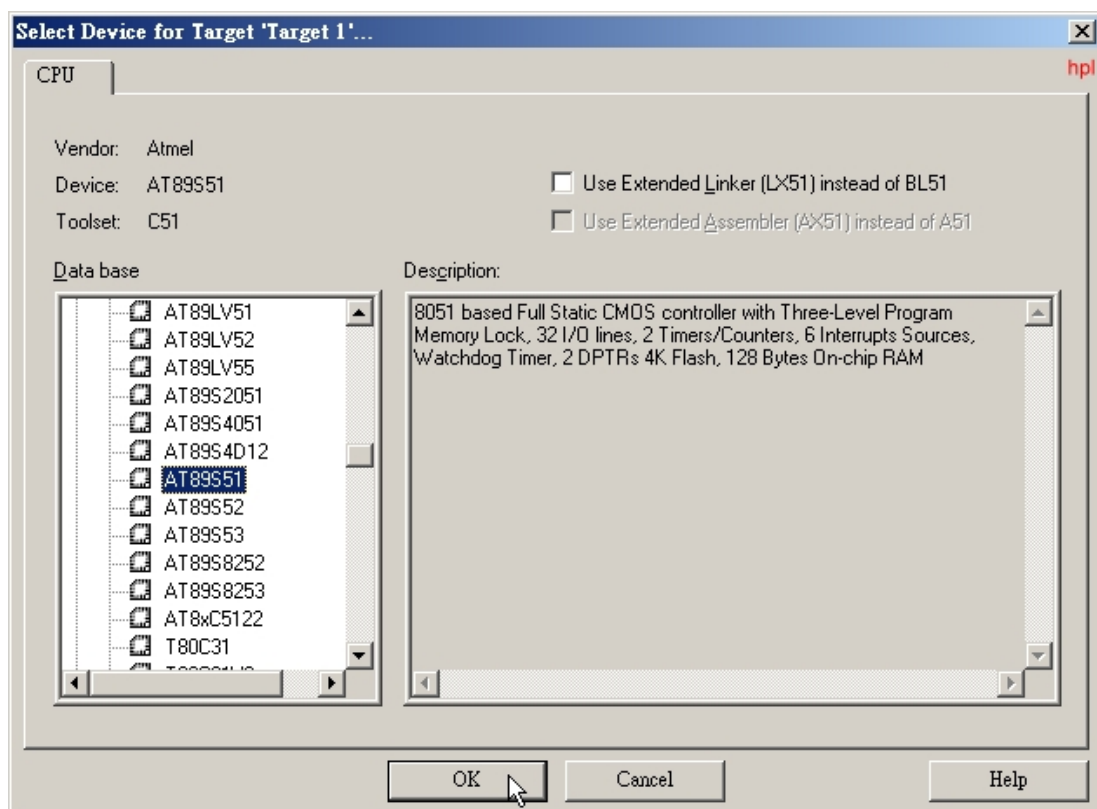
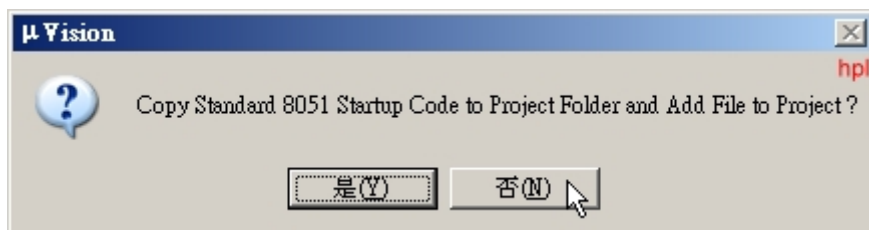

图 2-3 选取芯片型号
图 2-4 询问是否需要加入 8051 启动
(2) 选择所要的单芯片型号，这裡仍然选择常用的 Atemp 公司的 AT89S51，此时萤幕如图 2-3 所示。在右边图中的“Description”方块内，会简单的介绍 AT89S51 有什么功能及特点。点选 OK 按钮后，会出现图 2-4，询问你是否需要拷贝标准的 8051 启动码程式到你的项目资料夹，并且将此档案加入项目“Copy Standard 8051 Startup Code to Project Folder and Add File to Project”，因为汇编语言不需要加入此 STARTUP.a51，点选“否”后，就可以进行程序的编写了。